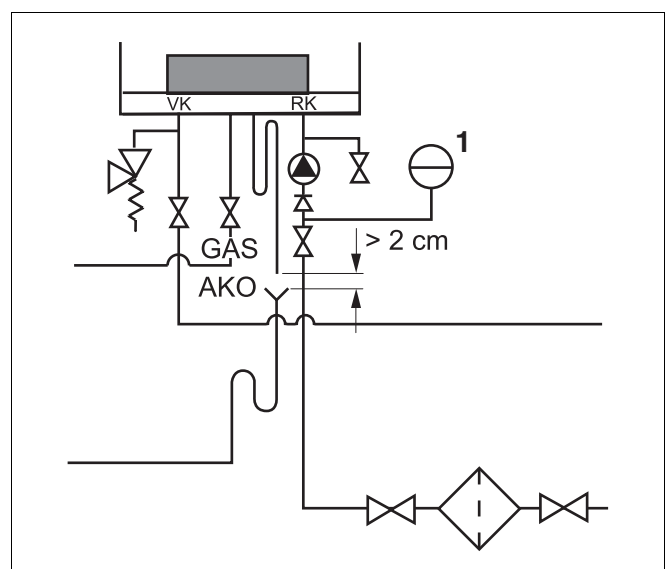

Fig. 21 Tilslutning af ekspansionsbeholder ved enkeltinstallation
- Tilslut ekspansionsbeholderen i kedlens returledning (RK). Hvis der forefindes en trevejsventil: Slut ekspansionsbeholderen til på ventilens sekundære side i returledningen (fig. 21, **pos. 1**).